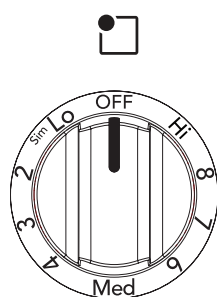

Figure 7: Le bouton de commande illustré peut différer selon le modèle de la cuisinière
- Appuyez sur le bouton de commande de surface et tournez-le dans une direction ou dans l'autre, jusqu'au réglage désiré (Figure 7). Commencez la plupart de vos cuissons par un réglage élevé, puis diminuez la chaleur pour terminer la cuisson. Chaque élément de surface fournit une quantité de chaleur constante à chacun des réglages. Une zone de couleur rouge brillante qui dépasse du bord inférieur de l'ustensile indique que ce dernier est trop petit pour la zone de chauffage utilisée.